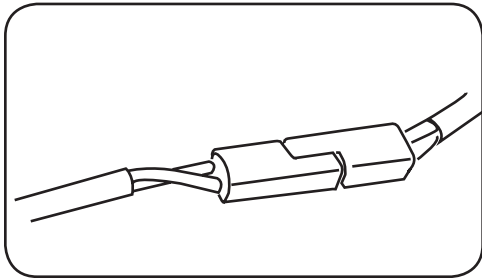

Figura 2-18
9. Conecte el mazo de cables del interruptor al cable del motor. Consulte la Figura 2-18.